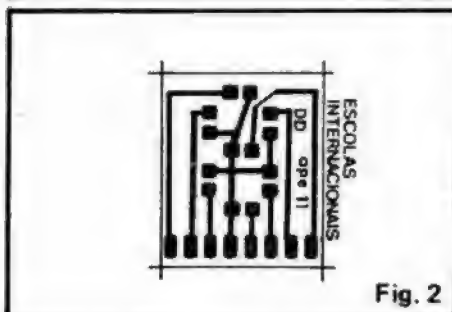

Fig. 2
– **FIG. 2** – Plaquinha específica de Circuito Impresso (**lay-out** do lado cobreado). O desenho é muito simples, e mesmo iniciantes (que ainda não "criaram a coragem" de fazer sua primeira placa) conseguirão reproduzi-lo com facilidade. Qualquer das técnicas convencionais de confecção pode ser utilizada, desde que o desenho e posicionamento básico de ilhas e pistas seja **rigorosamente** respeitado (se não o **display** ficará "feio" e torto", depois de montado...). Importantes recomendações a respeito de placas e montagens o Leitor encontrará nas **INSTRUÇÕES GERAIS**, encartadas lá no começo da revista.